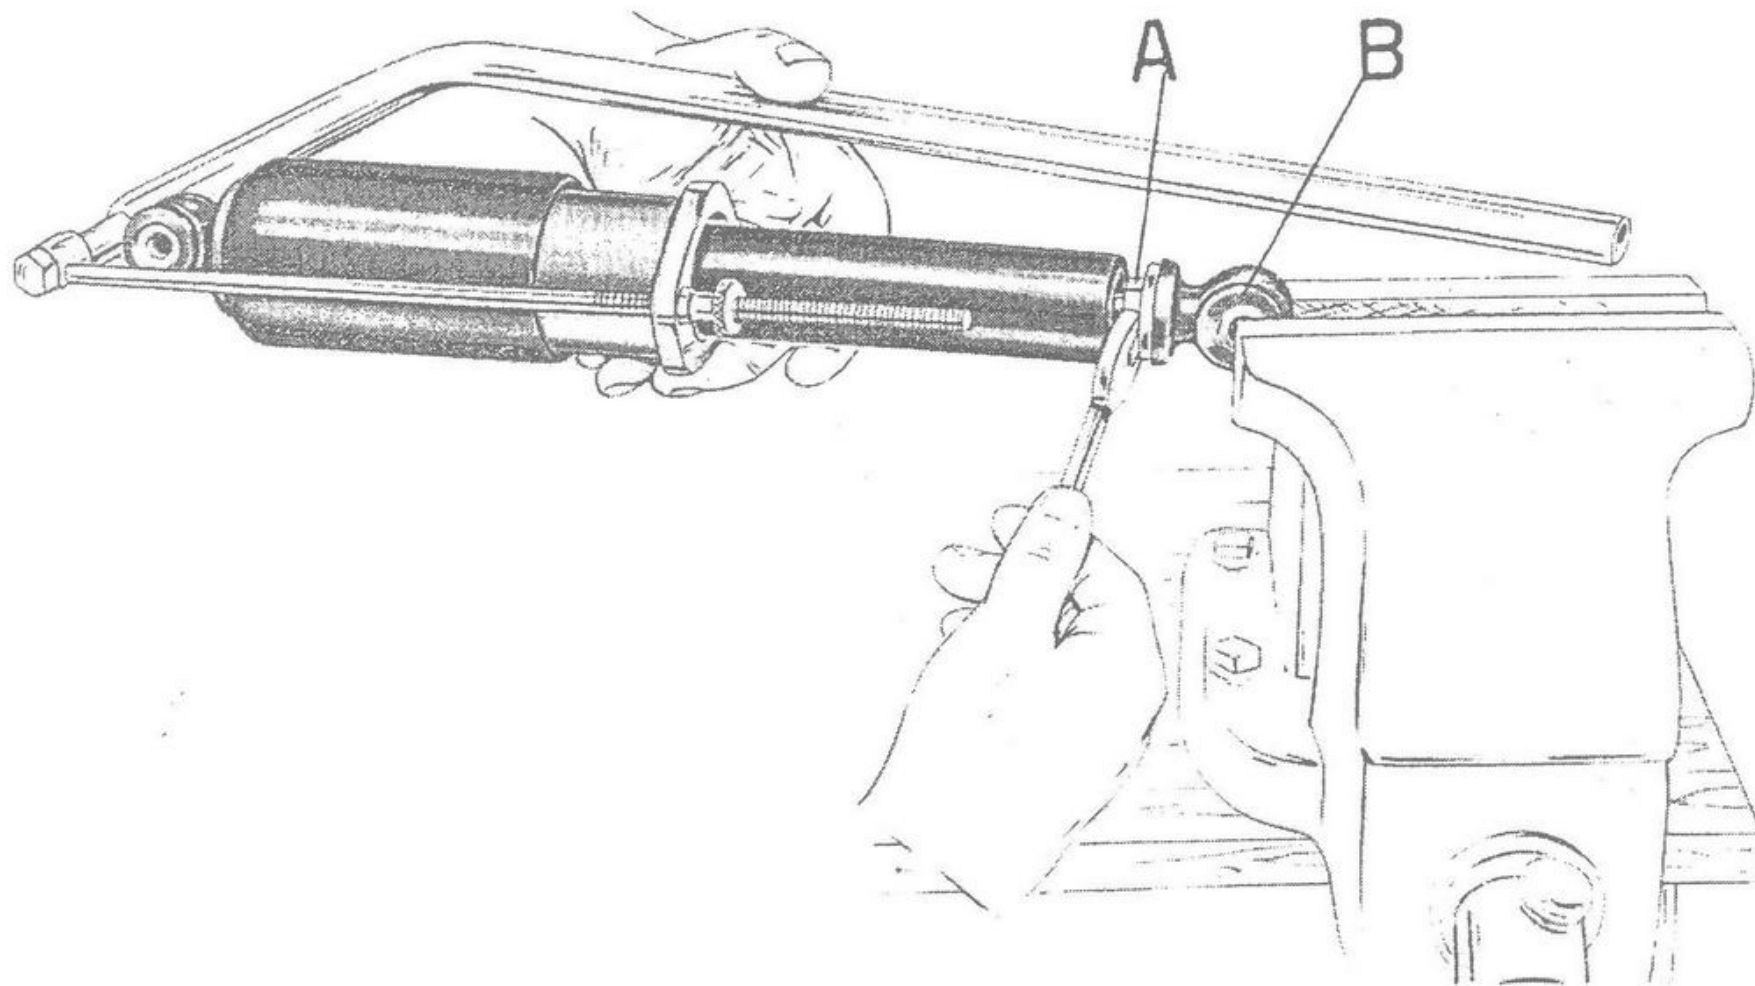

Fig. 40 - Come viene smontato il cappello con parte del molleggio posteriore
Per la sostituzione del cappellotto, molla e custodia del molleggio posteriore lo smontaggio viene eseguito tramite apposito attrezzo 55755 come dimostrato a fig. 40. Questo attrezzo comprime la molla quel tanto da poter svitare di un giro il dado (A); svitare poi, colle mani, l'attacco inferiore (B), indi sfilare cappellotto, molla e custodia.